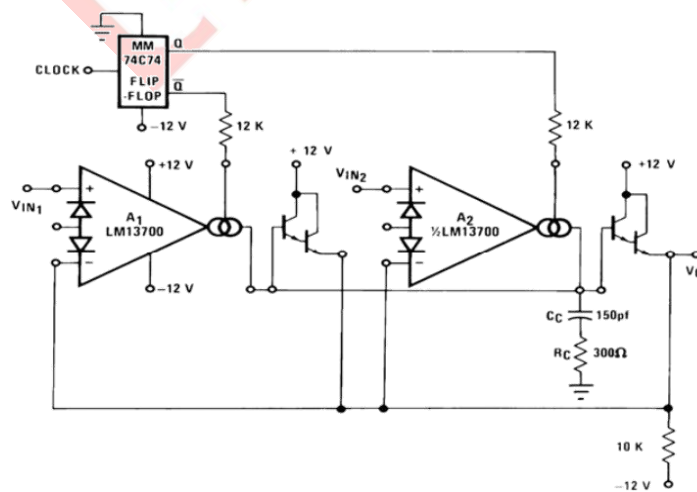

图 19 多路复用器
**线性二极管:** 当差分电压大于几个  $\text{mV}$  时, 方程(3)就不太适合、跨导也变得越来越非线性化图 19 展示了内部电路如何利用二极管线性化补偿放大器的功能。为方便起见, 假设二极管偏执电流源和输入信号以电流形式存在, 由于  $I_5$ 、 $I_4$  的和等于  $I_{abc}$ , 之差等于输出电流,  $I_5$ 、 $I_4$  可以表示为如下: